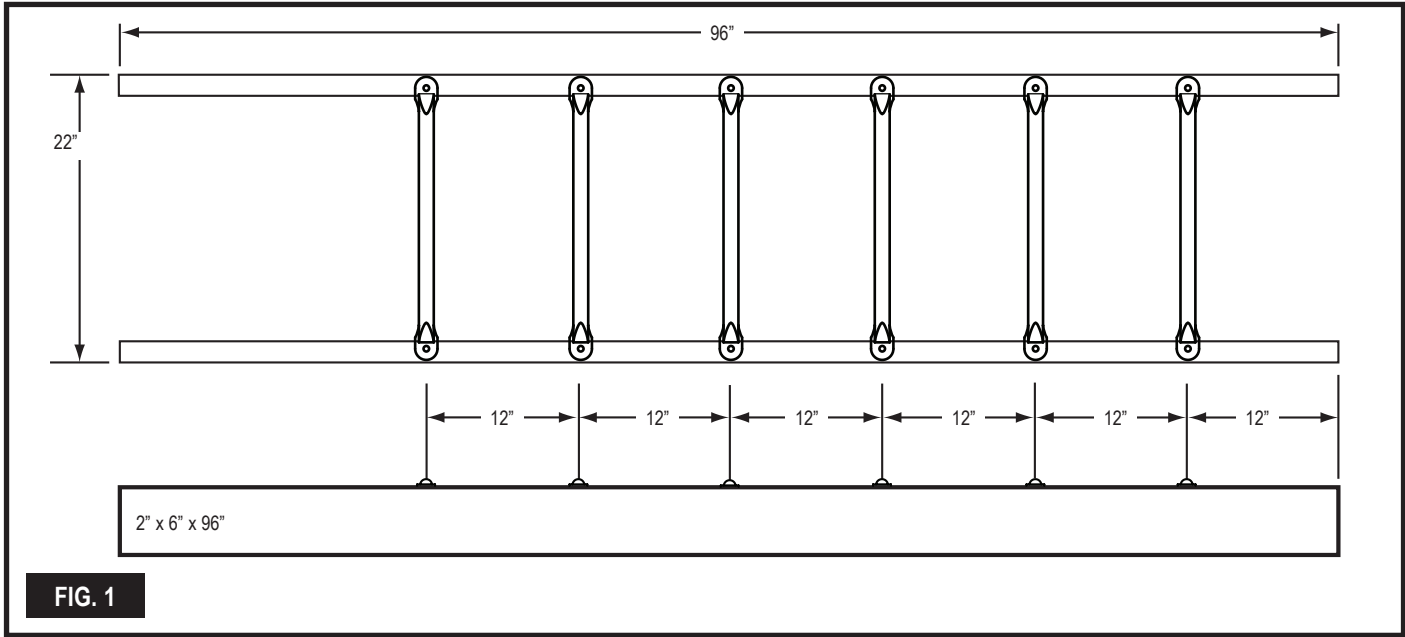

FIG. 1
- On two 2" x 6" x 96" boards, measure and mark six rung positions, centered at 12" intervals (Fig. 1).
- Attach Metal Rungs using two 2" lag screws per Rung as shown in (Fig. 1).
- En las tablas de 2" x 6" x 96", mida y marque seis posiciones en el peldaño, centradas en 12" intervalos (Fig. 1)
- Anexe peldaños metálicos con dos tornillos de cabeza cuadrada de 2" por peldaño como se muestra en la (Fig. 1).
- Sur deux planches de 2" x 6" x 96", mesurer et faire une marque pour six positions d'échelons, centrées à 12" d'intervalle (fig. 1).
- Fixer les échelons de métal à l'aide de deux vis à tirefonds de 2 po par échelon, tel qu'illustré à la (fig. 1).